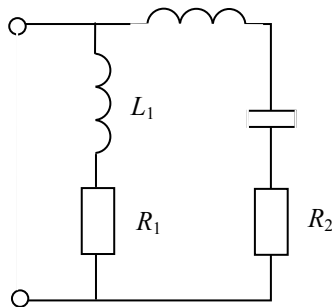

Рис. 4.15
4.3.8. Определить частоты резонансов токов  $f_{0T}$ , напряжений  $f_{0N}$ , добротность  $Q$ , характеристическое сопротивление  $\rho$ , коэффициент включения  $p$  и резонансное сопротивление  $Z_{30}$  сложного параллельного контура (рис. 4.15). Параметры элементов цепи:  $L_1 = 150$  мкГн ;  $L_2 = 50$  мкГн ;  $C = 240$  пФ ;  $R_1 = 10$  Ом ;  $R_2 = 4$  Ом .
4.3.9. Параллельный контур второго вида (рис. 4.15), настроенный на частоту сигнала, является нагрузкой радиолампы, имеющей внутреннее сопротивление  $R_i = 10$  кОм . Как следует распределить индуктивности  $L_1$  и  $L_2$  между ветвями для обеспечения передачи в контур максимальной мощности, если известны  $L = 200$  мкГн ;  $C_2 = 100$  пФ ;  $R = 50$  Ом ?
4.3.10. Сложный параллельный контур (рис. 4.15) подключен к источнику ЭДС с внутренним сопротивлением  $R_i = 100$  кОм . Параметры контура:  $C = 500$  пФ ;  $Q = 100$ ;  $L_2 = 500$  мкГн ;  $\omega_0 = 10^6$  рад/с . Определить эквивалентную добротность и полосу пропускания  $\Delta\omega_n$  .